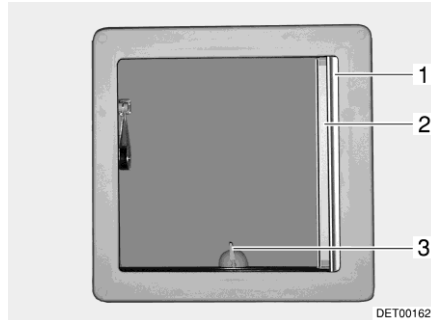
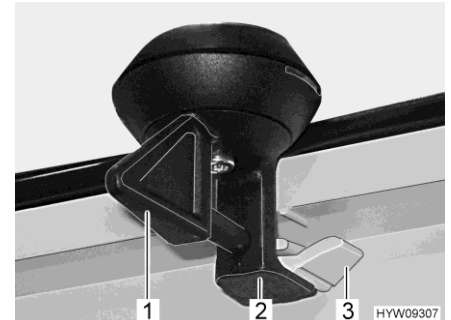

Fig. 45 Oblò inclinabile
Fig. 46 Bloccaggio (oblò inclinabile)
- Ruotare la leva (Fig. 45,3 o Fig. 46,1) di un quarto di giro.
- Girare la leva di un quarto di giro. Il bloccaggio (Fig. 46,2) deve entrare nell'aggancio inferiore (Fig. 46,3).
- Tirare la tendina oscurante pieghevole (Fig. 45,1) fino alla posizione desiderata e rilasciare. La tendina oscurante pieghevole rimane in questa posizione.
- Estrarre la zanzariera a rullo (Fig. 45,2) fino a quando non scatta il bloccaggio dalla parte opposta.